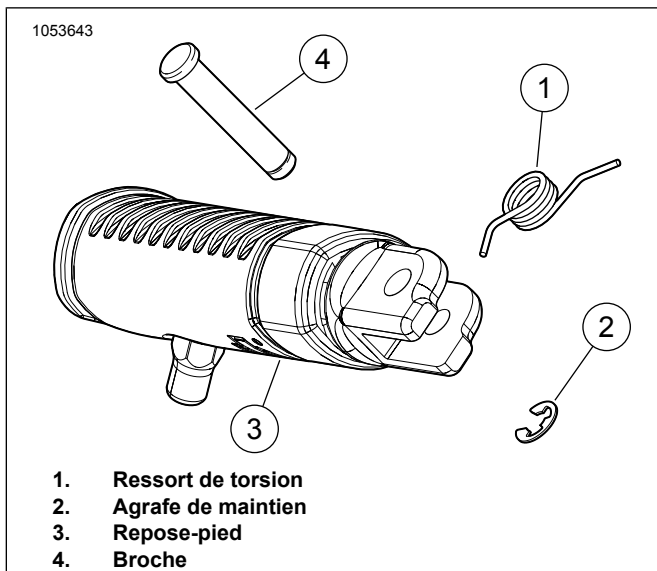

Figure 2. Installation du ressort de torsion du repose-pied conducteur
Consultez Figure 2 . Retirez et conservez l'attache de maintien (2) et la goupille (4).
Consultez Figure 2 . Installez les repose-pieds.